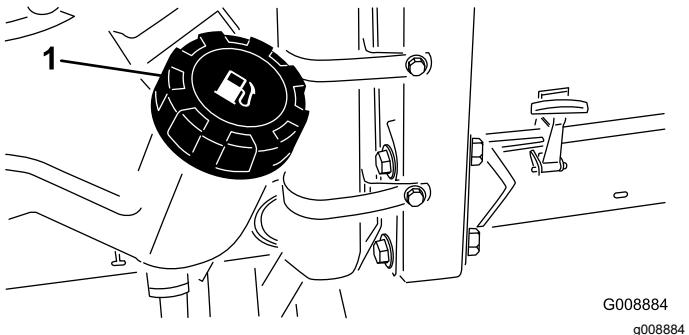

Figura 29
2. Pulite l'area circostante il tappo del serbatoio carburante (Figura 29).